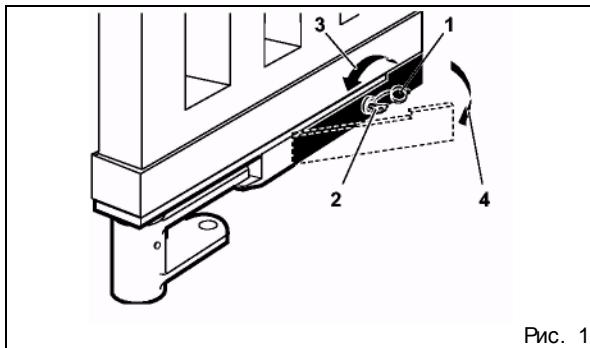

Рис. 1
Если возникает необходимость в ручном управлении воротами (например, при временном отключении электроснабжения или неполадках в системе управления приводом), пользователь может открыть/закрыть ворота изнутри и снаружи, отперев ключом замок отпирающего механизма, который установлен на опорной планке (рис. 1, поз. 6). Для ручного управления створками необходимо:
Ворота необходимо регулярно осматривать и проверять на прочность. Петли должны всегда находиться в отличном состоянии. Шарнир и шарик в опорной планке необходимо регулярно смазывать через предусмотренное отверстие (рис. 1, поз. 13). Шарниры в внешних рычагах и шестерня привода должны быть хорошо смазаны.
- Отодвинуть лепесток замка (рис. 1, поз. 1).
- Вставить ключ в замок (рис. 1, поз. 2).
- Повернуть ключ в направлении стойки ворот до упора (рис. 1, поз. 3).
- Оттянуть рычаг в сторону (рис. 1, поз. 4).